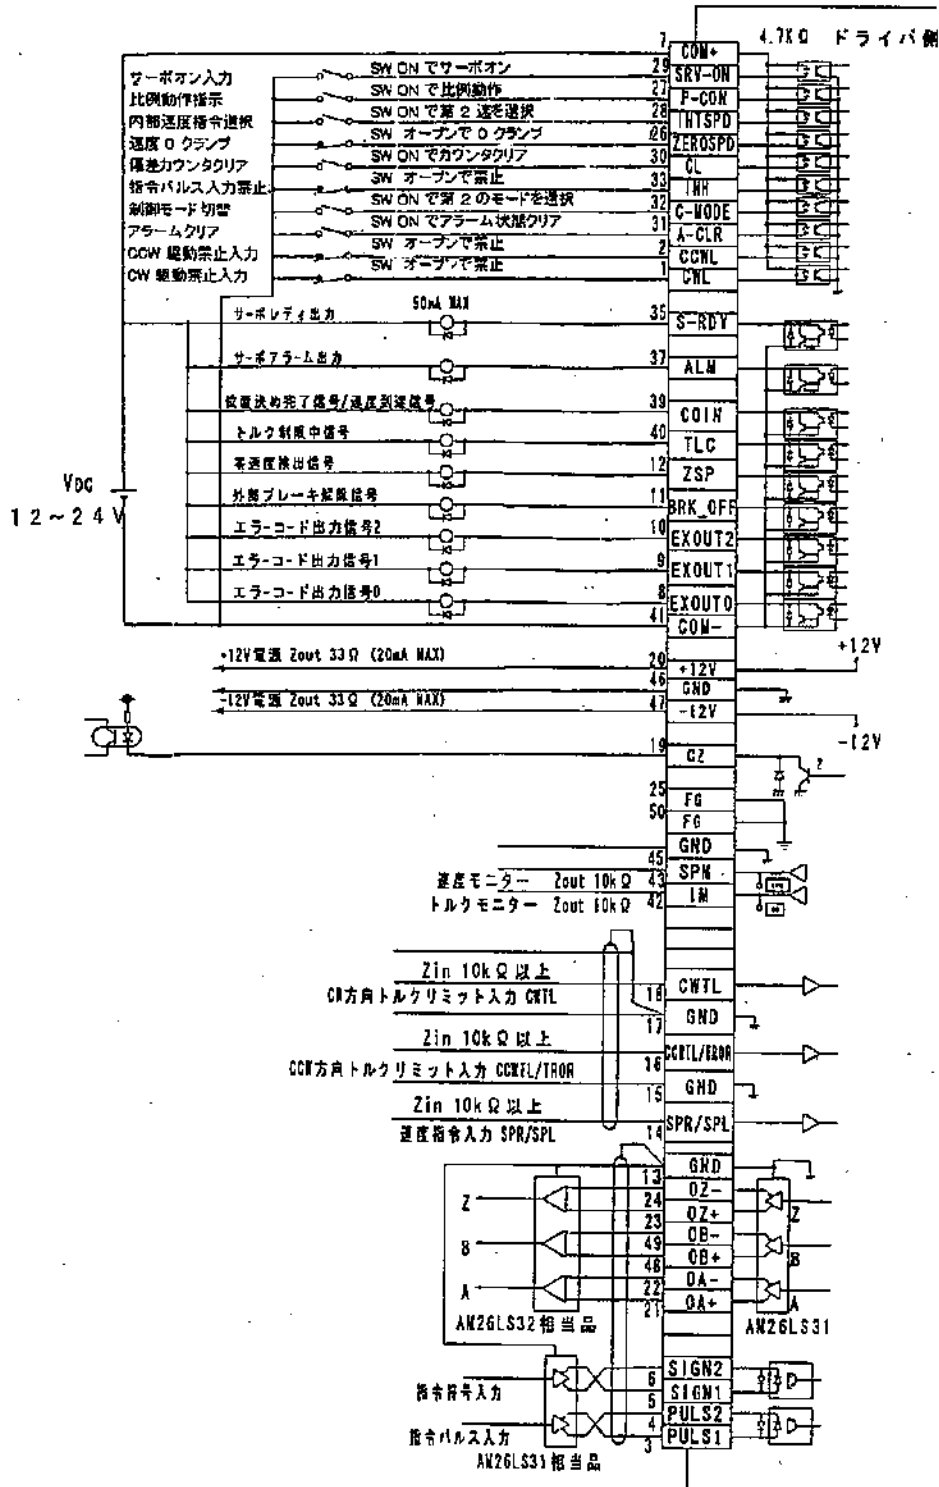

図5-2 コネクタ CN I/Fへの配線例
- (1) 図5-2 “コネクタ CN 1/F への配線例”を参考にして配線してください。
- (2) COM+・COM-間に接続される外部制御用のDC12~24Vの制御信号電源は、お客様で準備してください。
- (3) ドライバと周辺機器は、配線が短くなるよう、近距離（3m以内）に配置してください。
- (4) パワーライン（R・S・T・r・t・U・V・W・⊕）との配線はできるだけ離してください。（30cm以上）同一のダクトに通したり、一緒に結束しないでください。誤動作の原因となります。
- (5) 制御出力（S-RDY・ALM・COIN・TLC・ZSP・BRK-OFF・EXOUT2・EXOUT1・EXOUT0）の各端子にDC24V以上、または50mA以上を印加したり、逆極性に電圧を印加したりしないでください。ドライバを破損する場合があります。
- (6) 制御出力端子でリレーを直接ドライブする時は、リレーと並列に図5-2に示す方向でダイオードを装着してください。ダイオードの未装着・逆方向の装着ではドライバが破損します。
(7) 図5-2に示すようにコネクタ CN I/Fの信号ライン（特に、アナログ指令入力・指令パルス入力・エンコーダのフィードバック出力など）の配線は、シールド付ツイストペア線を使用してください。シールドはドライバ側でシグナルグランド（GND）に接続してください。（周辺機器側のシールドは通常オープンとしますが、極端なノイズを受けて不具合が生じるような場合には、ドライバ側・周辺機器側双方のシールドをフレームグランド（FG）側に接続してみてください。）
(8) フレームグランド端子（FG）は、ドライバ内部でアース端子（⚡）と接続されています。